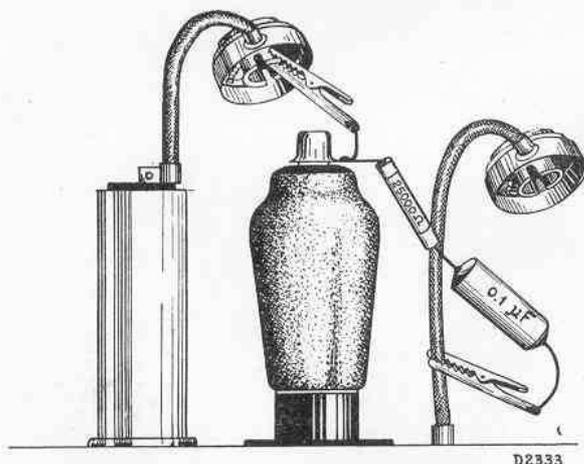

Fig. 2
5. Montage en série de 0,1 μ F en 25.000 ohms entre le châssis et l'anode de L1 (voir figure 2).